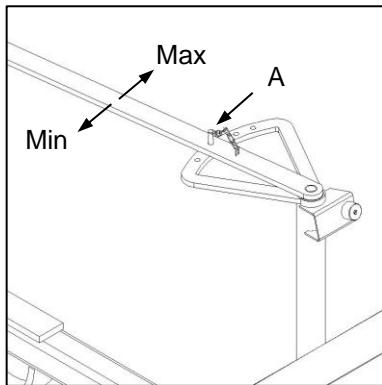

Fig. 1
- ✓ Stel die sluitplaatbeheerhefboom op die gekose posisie en steek die sluitpen in (Fig. 1-A).